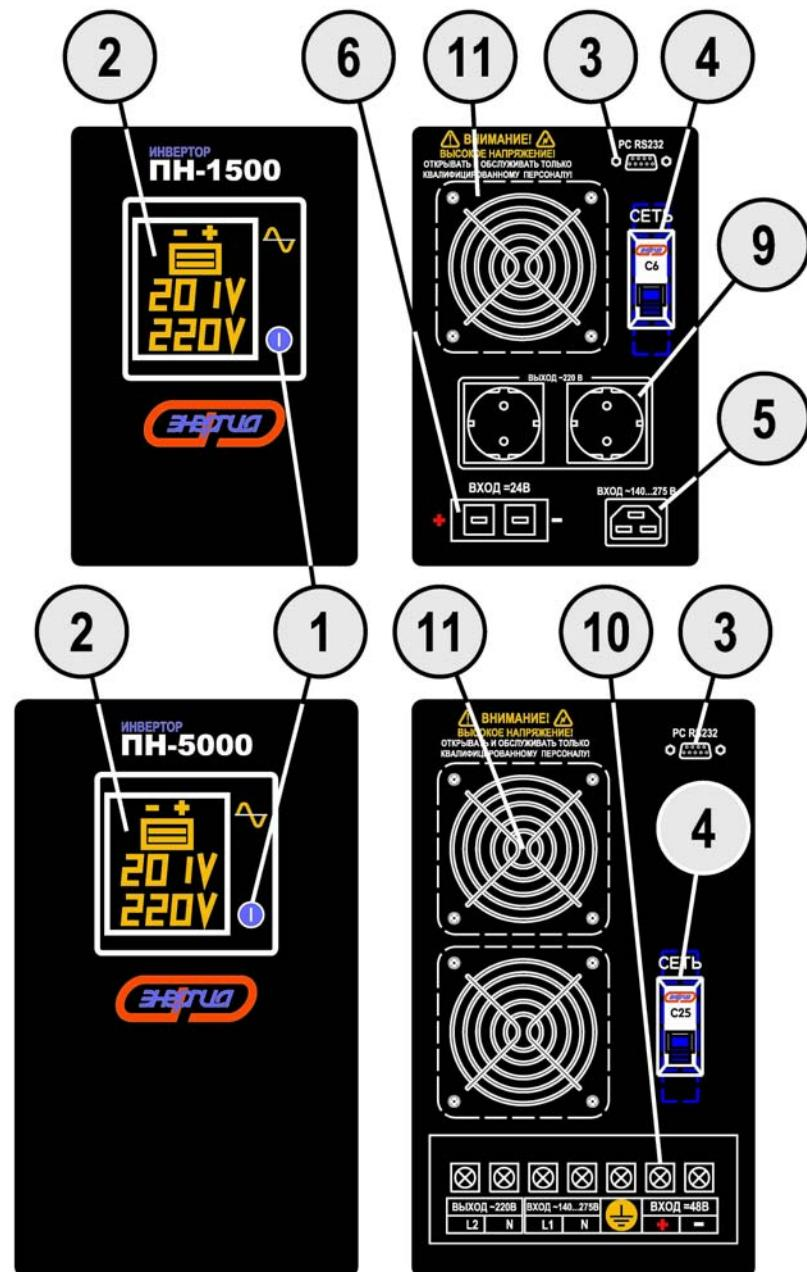

Рис. 1.
4.1. Перечень составных частей изделия (рис. 1).
5.2.2. После размещения инвертора в месте установки следует подключить к резьбовой клемме на клеммной колодке поз. 10 (рис. 1) для моделей ПН-2000/3000 проводник заземляющего устройства, удовлетворяющий требованиям раздела 10: «Обеспечение требований безопасности».
Заземление моделей также может осуществляться при подключении к сети централизованного электроснабжения через сетевые разъемы, оснащенные заземлителем. Даже при отсутствии сети централизованного электроснабжения подключить внешний заземлитель в соответствии с разделом 10 к заземляющему щиту присоединенного к разъему поз. 5 (рис. 1) сетевого кабеля в комплекте инвертора или клемме заземлителя.
5.3.1. Расположение элементов подключения, управления и индикации для всех моделей показано на рис. 1. Их назначение указано в Таблице 2.
5.4.1. Удерживать кнопку включения «I» поз. 1 (рис. 1) в нажатом положении в течение 4-х секунд, четыре коротких звуковых сигнала в течение 2-х секунд означают завершение режима самотестирования и включение выходного стабилизированного напряжения, а также индикации параметров при наличии информационной панели.
5.4.2. В модификациях с информационной панелью кнопка «I» поз. 1 (рис. 1) также используется для переключения внутри списка отображаемых на индикаторе параметров при кратковременном нажатии.
5.4.4. Для отключения выходного напряжения удерживать кнопку «I» поз. 1 (рис. 1) в течение 4-х секунд.
10.3.6. Во время работы инвертора его клемма защитного заземления поз. 3 (рис. 1) или клемма 3 колодки поз. 16 должны быть постоянно подключены к заземлителю, любого из указанных в п. 10.3.2 типов.